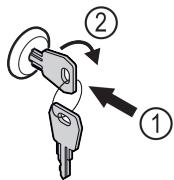

Fig. 167 Atvaizdo pavyzdys
- Ispauskite raktą Fig. 167 (1).
- Pasukite raktą 90° pagal laikrodžio rodyklę Fig. 167 (2).